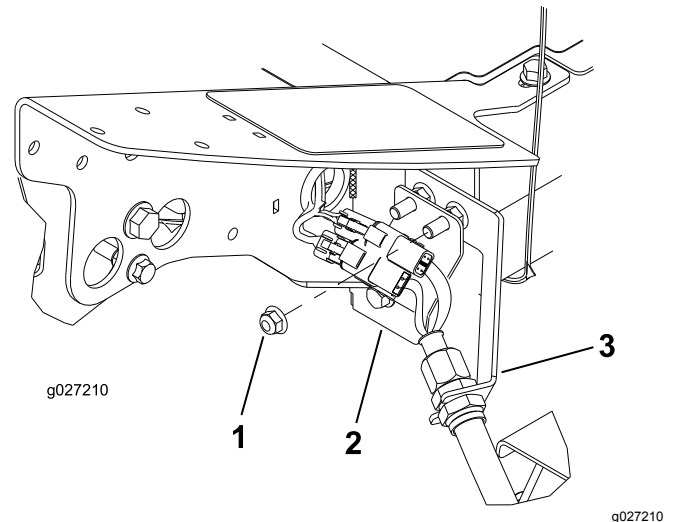

Figura 12
1. En la esquina delantera izquierda del bastidor (posición de la unidad de corte n.º 4), retire la tuerca con arandela prensada adicional del perno que sujeta el soporte de pasamuros a la máquina (Figura 12).
3. Instale la chapa de conexión en los pernos de montaje del pasamuros con los conectores posicionados según se indica en Figura 12.